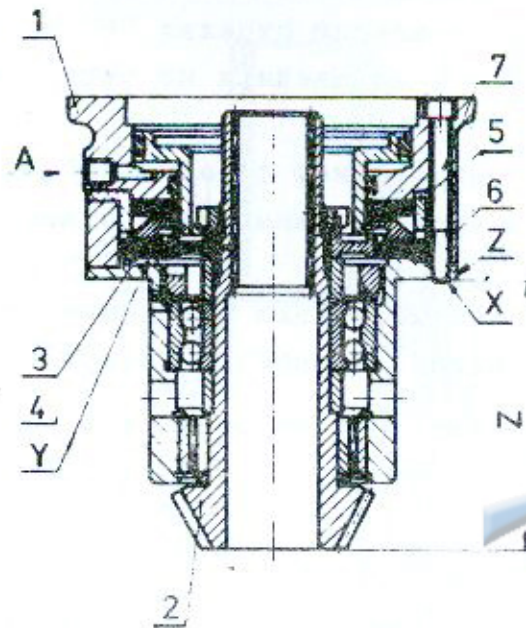

Рис. 29 Демонтаж входной шестерни
5. Демонтаж входной шестерни - рис.29
- б/ Извлечь корзину "5", наружные "3" и внутренние "4" пластины. Трубку в сборе "6" положить в сторону. Рис.29.
в/ Монтаж шестерни в сборе - рис. 29
Z - расстояние между опорной поверхностью корпуса шестерни и торцом шестерни, замеренное после сборки шестерни в сборе, указываемое на фланце /см. рис. 29